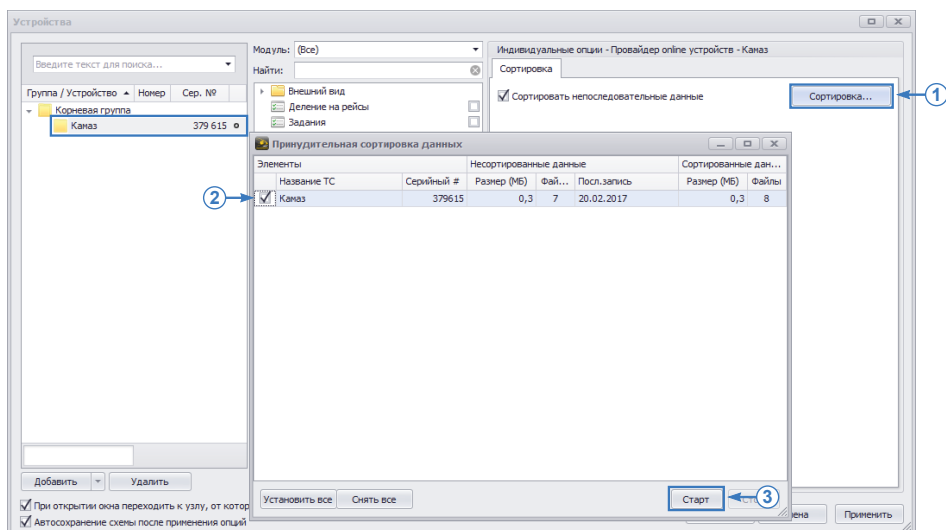

Рис.17. Ручная сортировка непоследовательных данных после приема.
- Если данные были загружены в программу без сортировки, то пользователь может выполнить сортировку вручную, нажав кнопку «Сортировка...» (Рис.17. п.1), затем в появившемся меню выбрав нужное ТС (Рис.17. п.2) и нажав кнопку «Старт» (Рис.17. п.3).